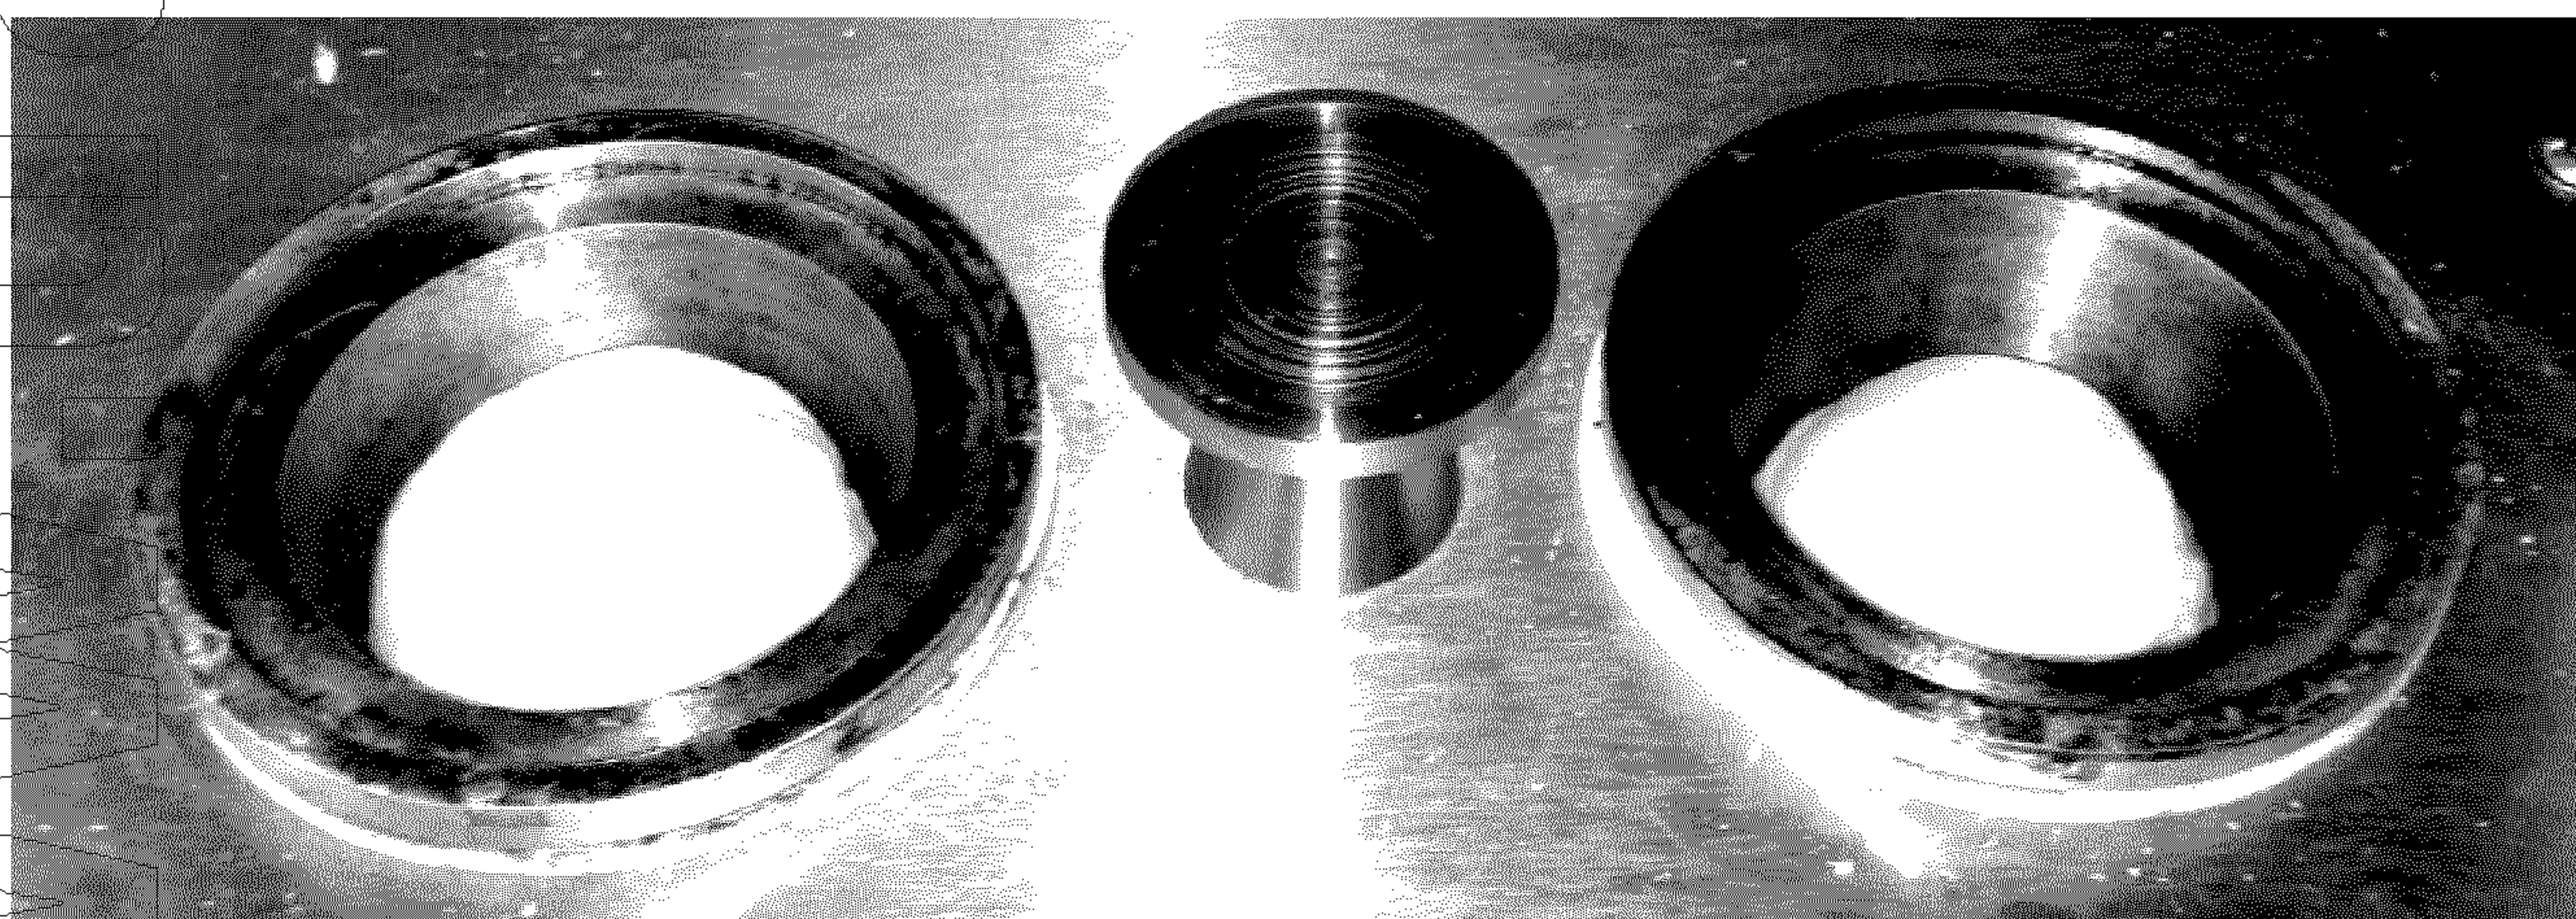

Рис. 7. Размещение тестовой заготовки
3. Положите в каждую форму по одной заготовке теста. Оптимальная масса заготовки 75-80гр. Для того чтобы готовый конус получился без разрывов и со стенками одинаковой толщины, тестовая заготовка должна лежать по середине нижней формы (см. рис. 7).